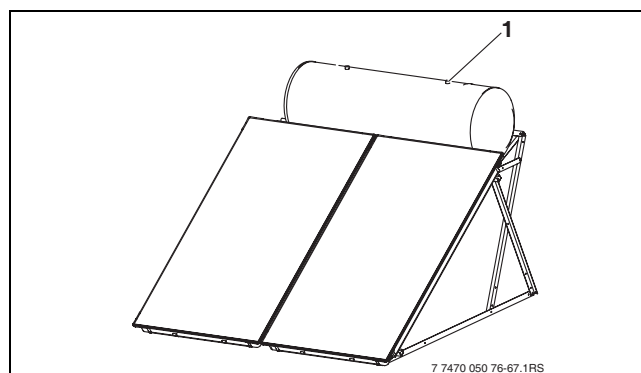

Fig. 78 Remplir l'installation
- Verser le fluide solaire en haut dans le ballon (→ fig. 78, [1]) jusqu'à ce qu'il s'écoule de la buse de remplissage.